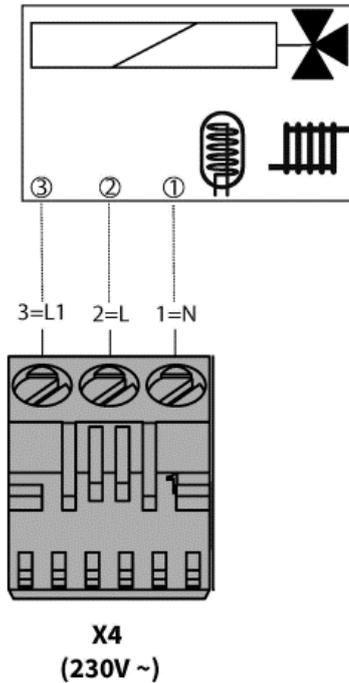

Abb. 19: Anschluss 3-Wege-Umschaltventil
- ➔ Schließen Sie das 3-Wege-Umschaltventil gem. Abb. 19 an (z.B. VC4013: (3=L1=geschaltet=schwarz, 2=L=Dauerphase=braun, 1=N=blau).